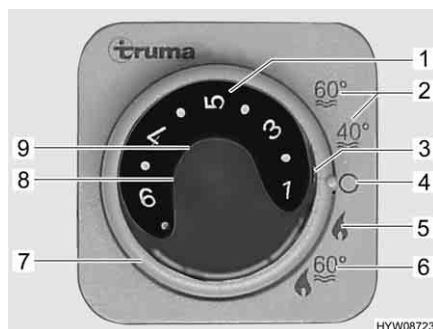

Fig. 88 Centralina di controllo per riscaldamento/boiler
- Impostare la modalità di funzionamento tramite l'interruttore girevole (Fig. 88,7).
A seconda della temperatura ambiente desiderata, il riscaldamento seleziona automaticamente il livello del bruciatore necessario. Al raggiungimento della temperatura ambiente desiderata, il bruciatore si spegne. Durante la modalità di funzionamento "Riscaldamento e boiler" (Fig. 88,6) viene riscaldata anche l'acqua nel boiler. Nella modalità di funzionamento "Riscaldamento senza boiler" (Fig. 88,5) è possibile far funzionare il riscaldamento con il boiler vuoto.
- Impostare la manopola della temperatura (Fig. 88,1) sulla centralina di controllo scegliendo il livello di potenza desiderato.
- Posizionare l'interruttore girevole (Fig. 88,7) su funzionamento invernale "Riscaldamento senza boiler" (Fig. 88,5) o su funzionamento invernale "Riscaldamento e boiler" (Fig. 88,6).
Si accende la spia di controllo verde (Fig. 88,3).
- Posizionare l'interruttore girevole (Fig. 88,7) su "O" (Fig. 88,4).
La combinazione funzionamento a gas e funzionamento elettrico a 230 V diminuisce il tempo di riscaldamento del veicolo (  possibile solo se il riscaldamento viene impostato sulla centralina di controllo (Fig. 88) su funzionamento invernale).